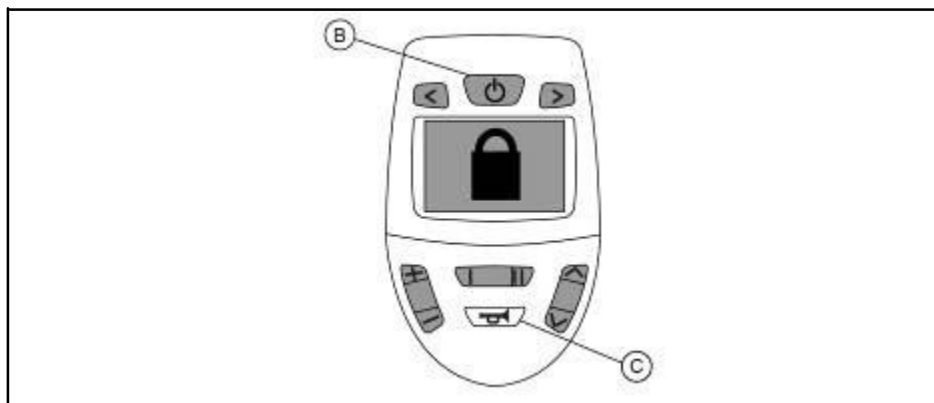

Figure 6.1
- Si le boîtier de commande est allumé. Appuyez pendant plus de 4 secondes sur le bouton ON/OFF (B sur la fig 6.1).
- Allumez le boîtier de commande (B sur la fig. 6.1).
- Appuyez deux fois sur le klaxon (C sur la fig. 6.1).